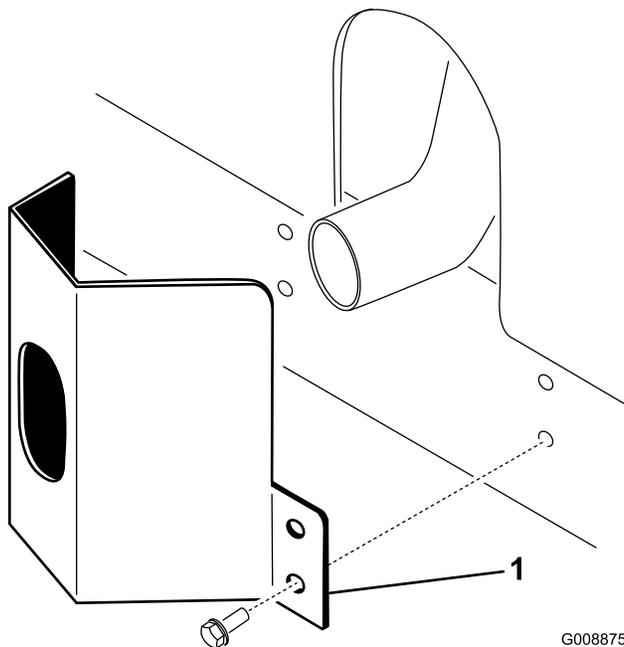

Рисунок 36
1. Расположите ограждение выхлопа на глушителе, совместив монтажные отверстия с отверстиями в раме (Рисунок 36).
2. Закрепите ограждение выхлопа на раме с помощью 4 самонарезающих винтов (Рисунок 36).